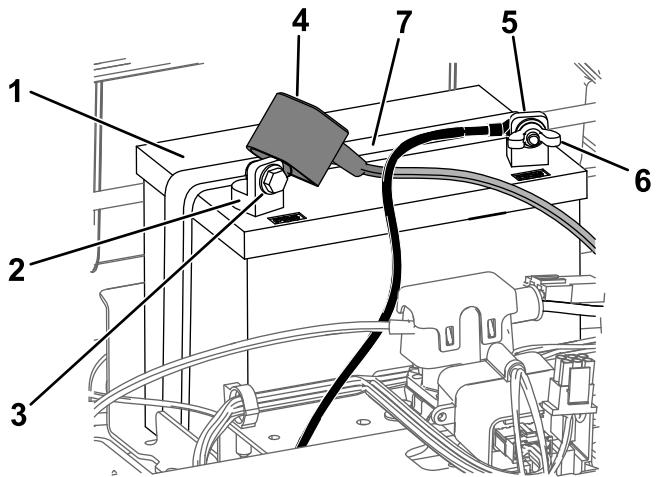

Figura 49
4. Deconectați cablul negativ (negru) de legare la masă de la suportul bateriei (Figura 49).
6. Deconectați cablul pozitiv (rou) de la borna bateriei (Figura 49).
7. Scoateți elementul de fixare a bateriei (Figura 49) și ridicăți bateria din compartimentul său.
1. Amplasați bateria în compartimentul său (Figura 49).
5. Fixați bateria cu elementul de fixare (Figura 49).